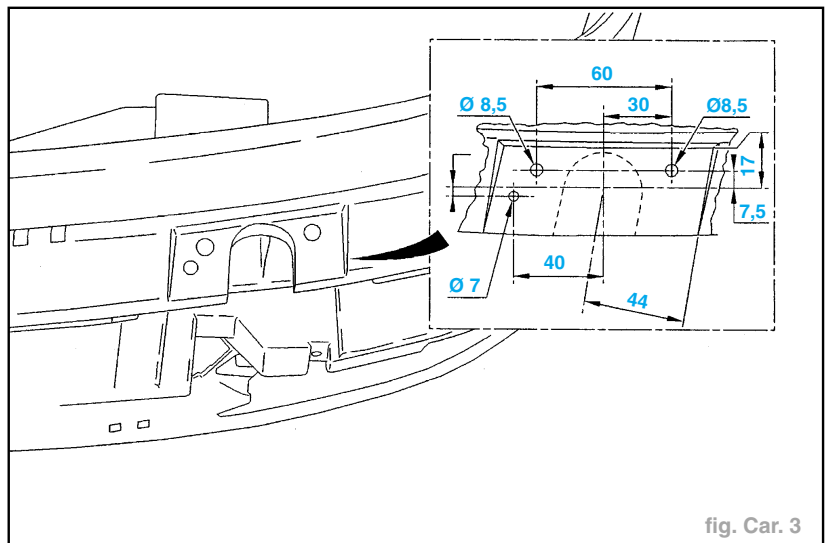

fig. Car. 3
- Tracer de chaque côté sur le pare-chocs avant (fig. Car. 3).